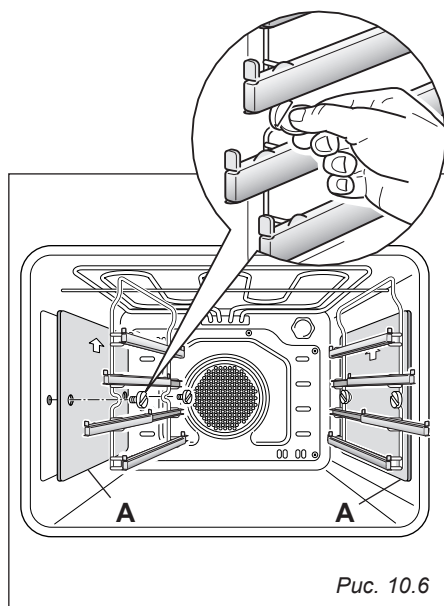

Рис. 10.6
- Установите скользящие полочки на стенках духового шкафа с помощью 2 винтов (Рис. 10.6).
- В случае оснащения моделей каталитическими панелями вставьте данные панели «А» стрелочкой вверх (Рис. 10.6).
- Отвинтите крепежные винты, выдвиньте скользящие полочки и каталитические прокладки (при наличии) на стенке духового шкафа, как показано на Рис. 10.6.